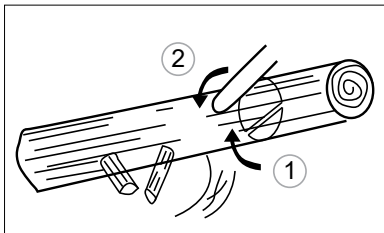

Рис. 21
2. В случая когато дънерът лежи върху опори с един край, отначало направете срез отдолу до 1/3 на диаметър на дънера за да избегнете разделяне. После завършете срез отгоре така, че той да съвпадне с първи срез, като избягате заклиняване (рис. 21).